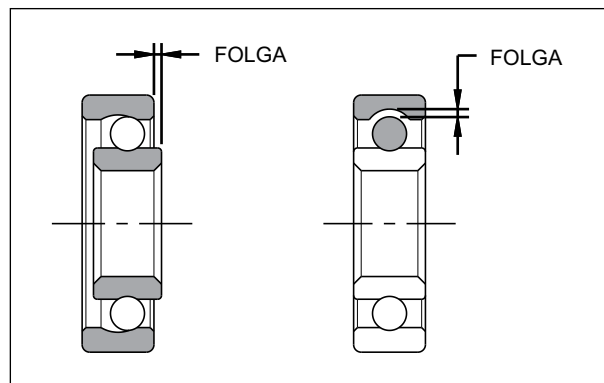

Fig. 3.161
- Inspeccione a folga de cada rolamento antes de instalá-lo. Segure a pista interna e gire a pista externa com a mão e observe se há ruído anormal e rotação suave. Substitua o rolamento por um novo caso esteja danificado. (Fig. 3.161)